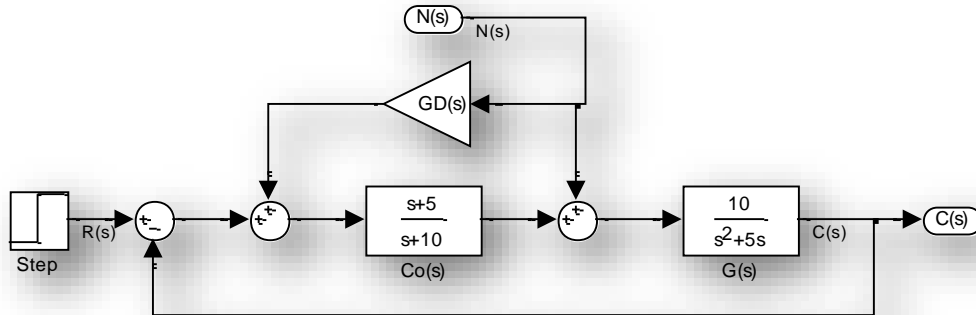

Figura 2
19) En la Figura 2 se muestra otra forma de aplicar esta técnica. Aplicando los mismos conceptos, diseñar $G_D(s)$.